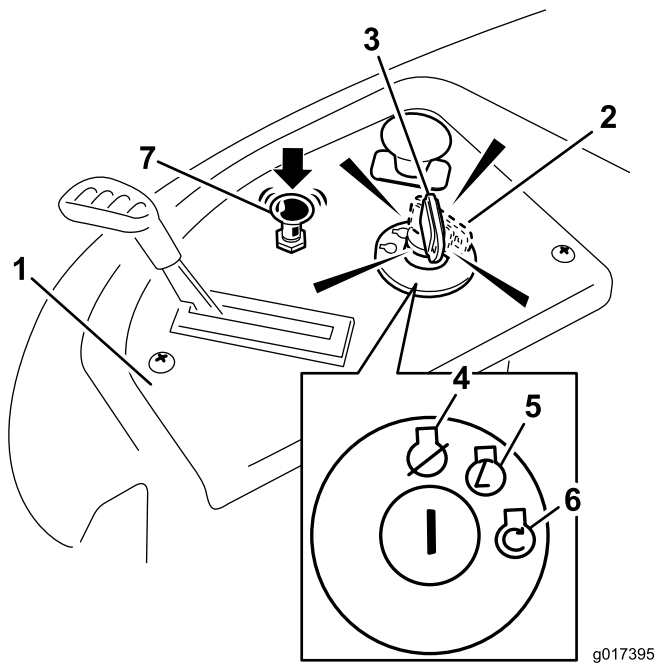

Figure 15
4. Tournez la clé de contact en position de démarrage pour activer le démarreur (Figure 15).
- Lorsque le moteur démarre, appuyez sur la commande de starter (Figure 15).
4. Tournez la clé de contact en position d'arrêt (Figure 15) et enlevez-la du commutateur d'allumage.